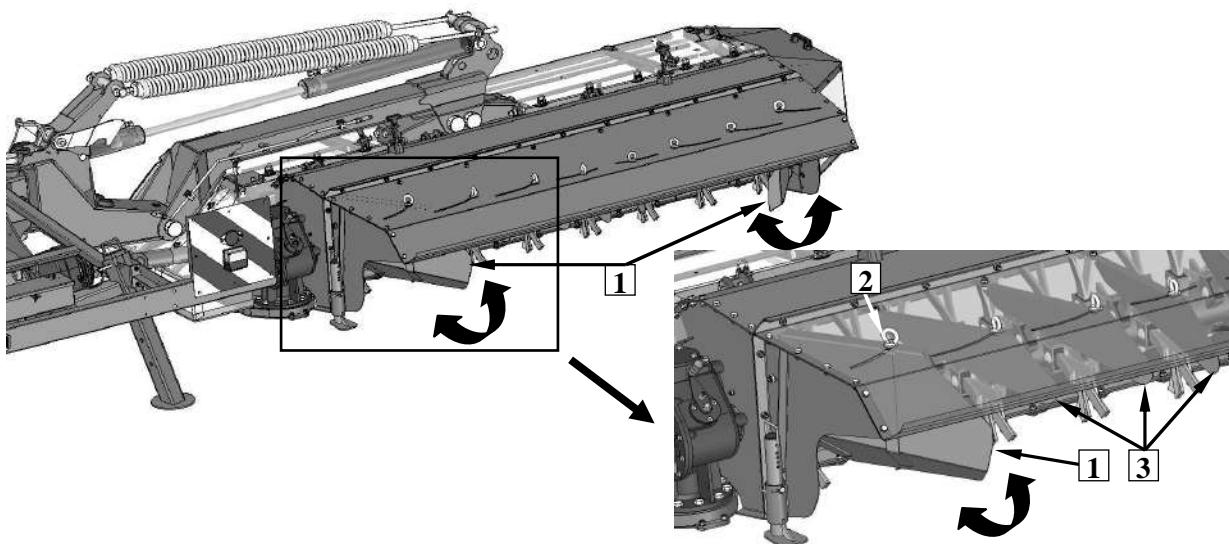

Рис. 33. Регулировка скребков покоса: 1- скребок покоса, 2 – регулировочный болт, 3 - рулевое колесо покоса
С целью установки ширины покоса следует совершить регулировку скребков покоса (1) (Рис. 33) (касается: KDD S/ST/SL/SLT (H)):
- травить болт с петлей (2) скребка покоса,
- установить скребок покоса (1) в зависимости от требования,
- докрутить болт (2),
- равномерное раскладывание покоса можно регулировать рулевыми колесами (3) аналогичным образом как регулируются скребки.